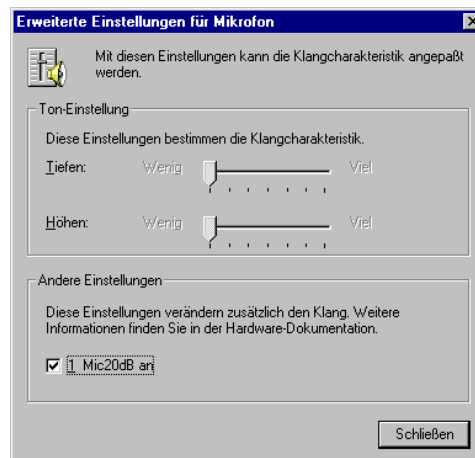

Abbildung 6-15: Erweiterte Einstellungen für Mikrofon
- Mit einem Klick auf den Button "Erweitert" öffnet man das Fenster "**Erweiterte Einstellungen für Mikrofon**" wie in Abbildung 6-15 gezeigt. Mit den horizontal angeordneten Reglern lassen sich Bässe und Höhen einstellen. Kreuzt man per Mausklick die Option "**Mic 20dB**" an, wird die Lautstärke des Mikrofons um 20dB erhöht.